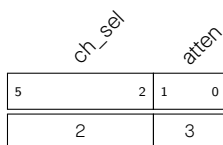

图 39-15. SAR ADC1 cmd0 配置示例
- 扫描 SAR ADC1 的通道 2，且衰减配置为 12 dB（见图 39-15）；